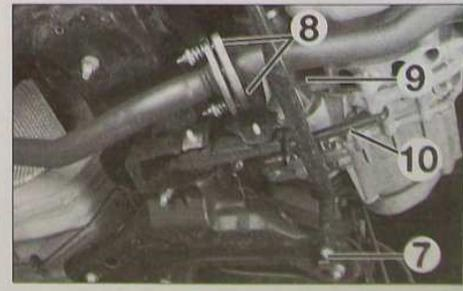

FIG. 18
- Déposer les écrous (8) du raccord d'échappement.
- Déposer la vis (9) de l'échappement sur le moteur.
- Déposer la biellette anti-basculement (10) (Fig.18).